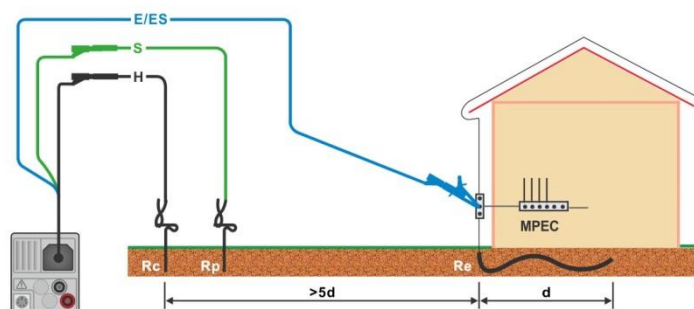

Figura 7.49: Resistencia a tierra, medición de la puesta a tierra de la instalación principal
- Conecte las puntas de prueba al objeto a prueba, vea la **Figura 7.49** y